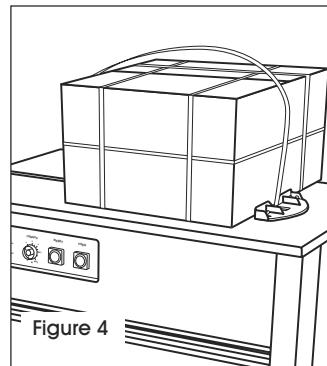

Figure 4
- Placez un paquet sur la cercleuse contre le guide. (Voir Figure 4)
Le thermoscellage du feuillard ne s'effectue pas.	<ol style="list-style-type: none"> <li>1. Assurez-vous que la surface de la lame de l'élément chauffant est propre. Le feuillard ne scellera pas correctement si les lames sont sales.</li> <li>2. Utilisez un tampon Scotch-BriteMC pour nettoyer les résidus de feuillard dans les parties inférieure et supérieure de la lame de l'élément chauffant. Soulevez l'ensemble de la lame pour le décrocher des deux vis de réglage et pouvoir ainsi nettoyer le dessous de la lame. (Voir Figure 4)</li> </ol> <p> REMARQUE : Ne desserrez pas les vis de réglage.</p>